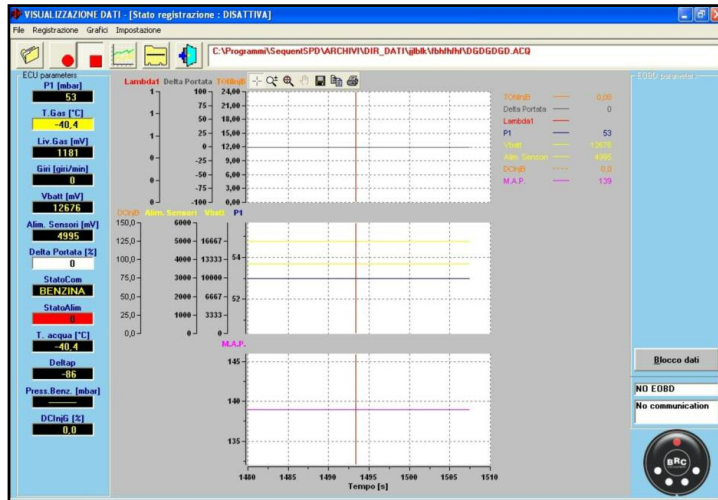

fig. 6-9
- Selezionando **la croce**, sulla sinistra, compare un cursore rosso verticale nei grafici (vedi fig. 6-9).